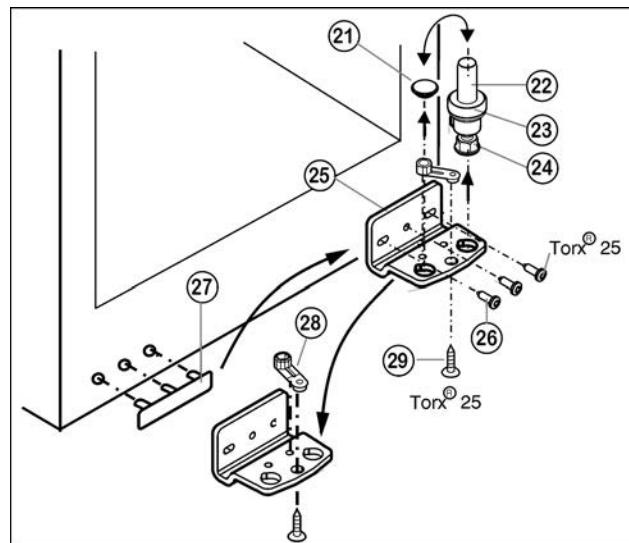

Fig. 5
- ▶ Извлеките опорный винт Fig. 5 (22) в комплекте с шайбой Fig. 5 (23) и регулируемой опорой Fig. 5 (24), вытягивая его вверх.
- ▶ Снимите пробку Fig. 5 (21).
- ▶ Открутите Fig. 5 (26) опорный кронштейн Fig. 5 (25).
- ▶ Открутите Fig. 5 (29) опорную деталь Fig. 5 (28) и, переставив в отверстие на противоположной стороне опорного кронштейна, снова прикрутите.
- ▶ Осторожно снимите и переставьте на противоположную сторону крышку со стороны ручки Fig. 5 (27).
- ▶ Снова прикрутите опорный кронштейн Fig. 5 (25) на новой стороне шарнира (**с моментом 4 Нм**). При необходимости используйте аккумуляторный шуруповерт.
- ▶ Переставьте пробку Fig. 5 (21) в свободное отверстие.
- ▶ Вновь установите опорный винт Fig. 5 (22) в комплекте с шайбой и регулируемой опорой. При этом фиксатор должен быть направлен назад.